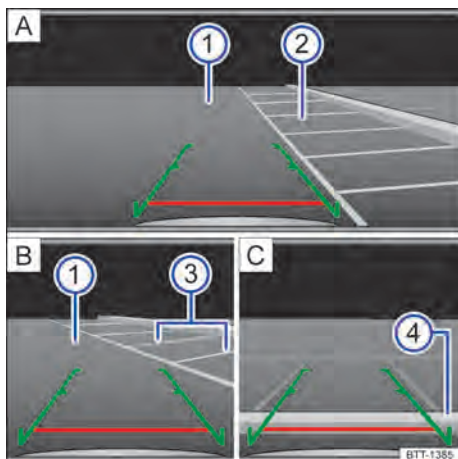

Fig. 99 Exibição do display do sistema do rádio: estacionar com a câmera de marcha a ré.
Legenda para Fig. 99:
- Posicionar o veículo na frente da vaga de estacionamento → Fig. 99 ② **A**.
- Conduzir para trás lentamente e manobrar de modo que as guias verdes laterais conduzam entre as linhas de delimitação da vaga de estacionamento delimitada ② **A**.
- Alinhar o veículo na vaga de estacionamento selecionada de modo que as guias verdes laterais fiquem em cima das linhas de limitação lateral ③ **B**.
- Parar o veículo, quando a linha vermelha atingir a limitação traseira ④ **C**.